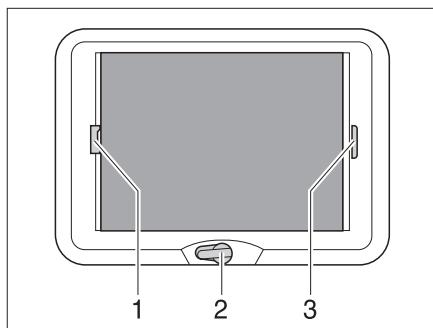

Fig. 51 Oblò a manovella
**Apertura:** ■ Ruotare la manovella (Fig. 51,2) fino a quando non si incontra resistenza (angolo di apertura max. 70°).
**Chiusura:** ■ Tirare la tendina oscurante pieghevole per la maniglia (Fig. 51,3) e rilasciarla alla posizione desiderata. La tendina oscurante pieghevole rimane in questa posizione.
**Chiusura:** ■ Tirare la protezione contro gli insetti per la maniglia (Fig. 51,1) verso la maniglia contrapposta della tendina oscurante pieghevole (Fig. 51,3) e farla innestare.
**Apertura:** ■ Tirare la maniglia della protezione contro gli insetti (Fig. 51,1) dietro, verso l'alto, e sganciare la protezione contro gli insetti dalla tendina oscurante pieghevole (Fig. 51,3).